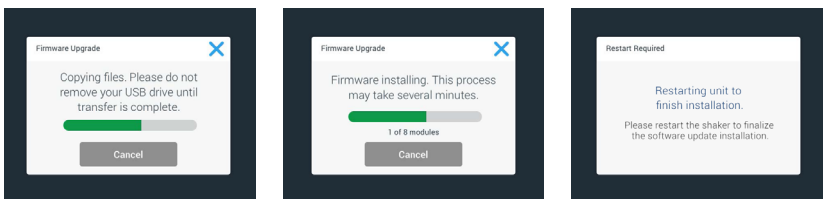

図 123: ファームウェアをアップグレードするときのインストール中のメッセージ
15. 図 123に示すように、インストールの進行状況を通知するさまざまなメッセージが表示されます。